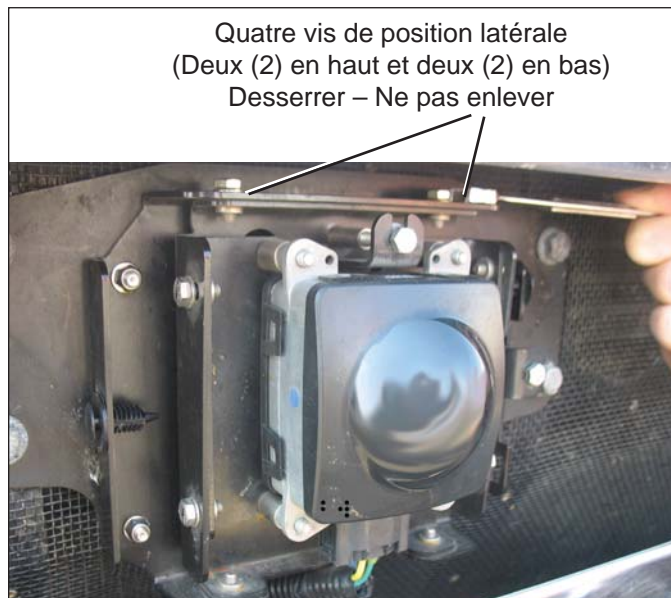

FIGURE 34 – VIS DE POSITION LATÉRALE
- Desserrez les quatre vis de position latérale. Veillez à NE PAS les enlever. Cf. Figure 34.